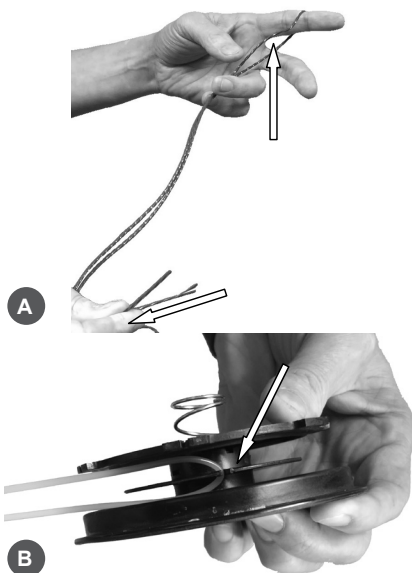

Рис. 16
- Отрежьте корд длиной 5,4 м. Сложите его вдвое и выровняйте концы (Рис.16А). Установите корд петлей в паз на катушке (Рис.16В).